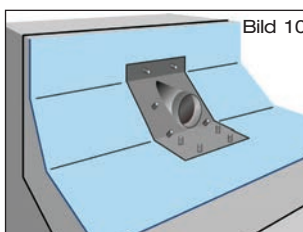

Bild 10
2.3 Erste Lage der **Dachdichtungsbahn** über Attikaablauf ausrollen und im Bereich des Festflansches aussparen (Bild 10).
3.3 Ablaufrohr mit Festflansch entsprechend der baulichen Gegebenheiten ablängen. Dichtelement des Schiebeflansches innen und Auslauf des Ablaufrohres mit Festflansch außen hinreichend mit LORO-X Gleitmittel versehen. Ablaufrohr mit Festflansch in den Schiebeflansch bis in seine Einbauposition einführen (Bild 10). Entstandene Hohlräume in der Wärmedämmung schließen.